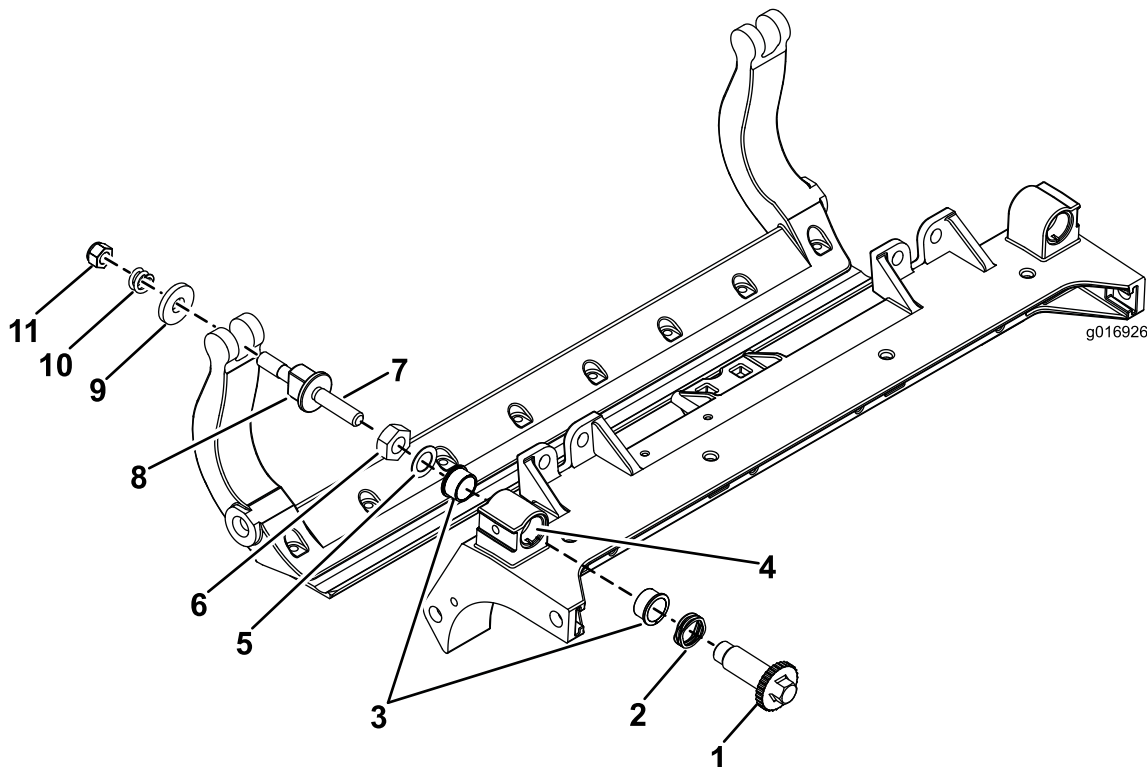

图35
1. 拆除所有零件请参阅 HD DPA 套件 安装说明和 图35。
2. 将防粘剂涂抹到滚刀组中心机架图35的轴套区内侧。
3. 将凸缘轴套上的键与机架的槽对准然后安装轴套图35。
4. 将一个波形垫圈安装到调节器轴上然后将调节器轴滑入滚刀组机架中的凸缘轴套内图35。
5. 使用扁平垫圈和锁紧螺母固定调节器轴图35。
12. 在两个尼龙垫圈的外侧各放一个钢垫圈图35。
注意 内侧的垫圈可能有空隙图35。
15. 旋紧每个底刀架调节器总成上的螺母直到加压弹簧完全压缩然后往回松开 $\frac{1}{2}$ 圈图35。